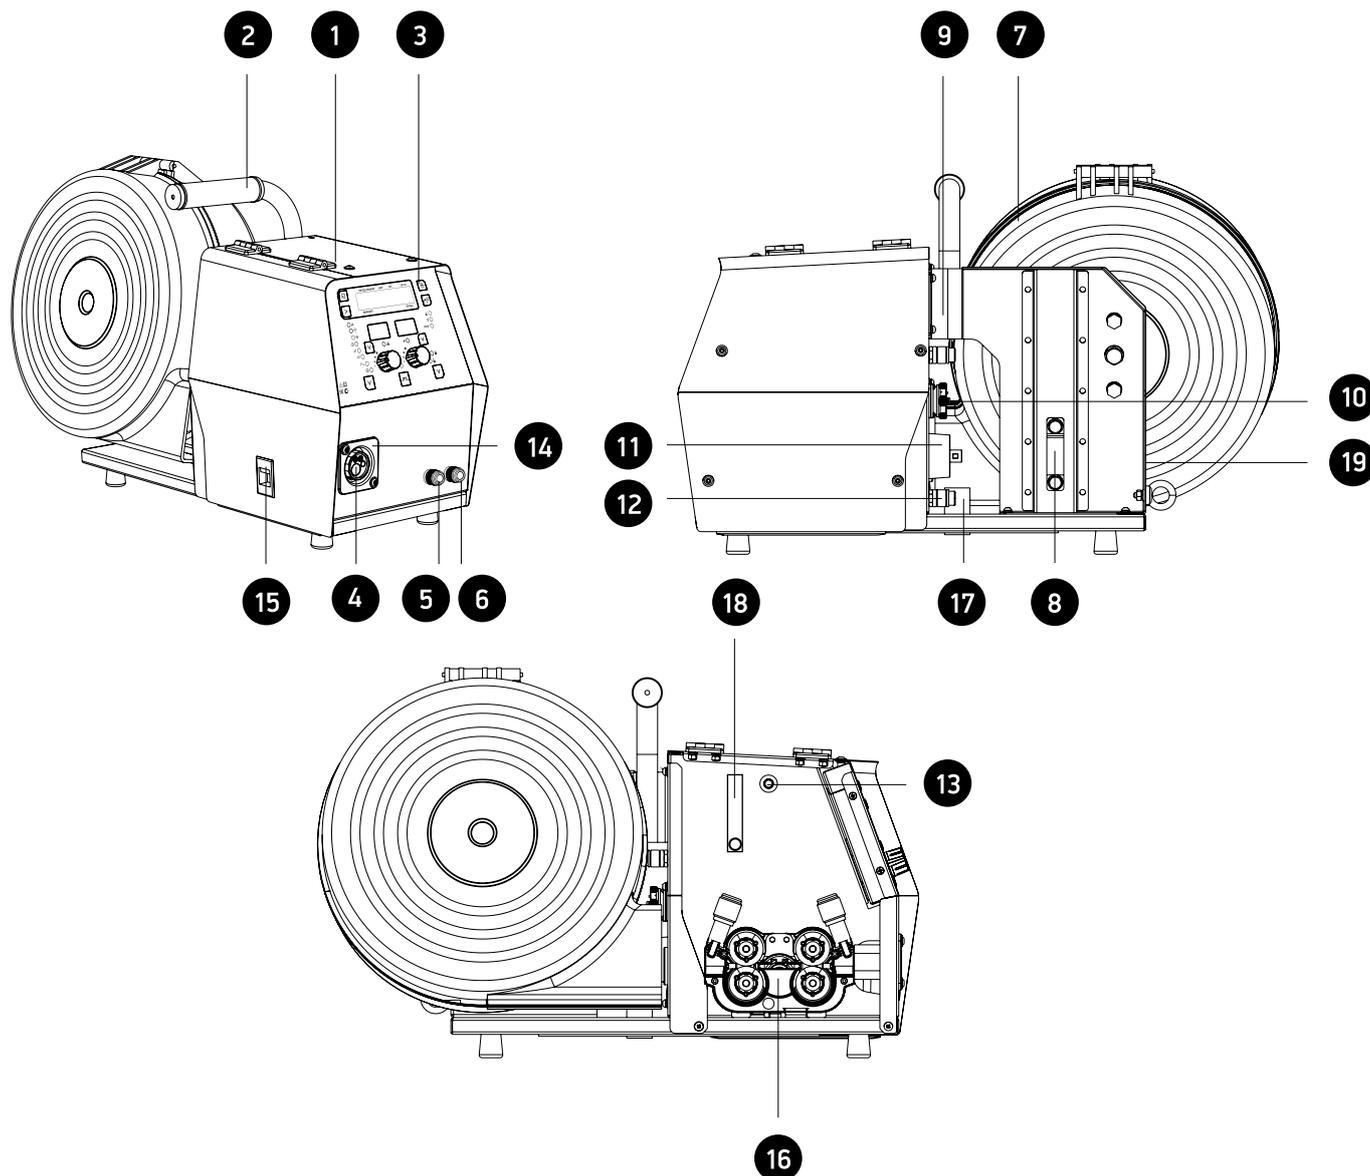

Рис. 3.1.
3.1. Внешний вид ААРМ-31 МХ А представлен на рис. 3.1.
- Вставьте конец соединительного шланг-пакета в отверстие 19 (рис. 3.1.) на ААРМ-31 МХ А.
- Вставьте вилку сварочного кабеля соединительного шланг-пакета на источнике питания АА-351/501 МХ А в разъем «+», а на ААРМ-31 МХ А в разъем п.11 (рис. 3.1.).
- Соедините разъем кабеля управления соединительного шланг-пакета с разъемом на передней панели АА-351/501 МХ Р, а второй конец на ААРМ-31 МХ А в разъем п.10 (рис. 3.1.).
- Подключите газовый шланг соединительного шланг-пакета к быстросъемному штуцеру подачи защитного газа п.9 (рис. 3.1.) на задней панели ААРМ-31 МХ А, а другой конец к редуктору на газовом баллоне. При наличии блока водяного охлаждения, подключить шланги подвода/отвода охлаждающей жидкости к быстросъемным штуцерам 12 (рис. 3.1.), а другие концы к штуцерам на БВО.
- Дополнительно закрепить кабельную сборку на корпус механизма подачи хомутом 8 (рис. 3.1.).